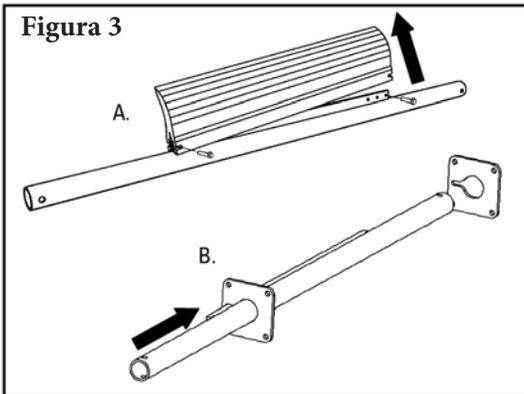

Figura 3
4. **Instale el eje.** Retire los seguros de la hoja y las hojas del eje e inserte el eje entre las placas de montaje (Figura 3).
- 3. Instale la nueva hoja.** Deslice la nueva hoja en el eje, bloquéela en el seguro de la hoja lejano, luego vuelva a instalar el seguro de la hoja, arandela y clip (Figura 3).